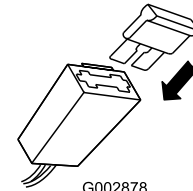

Figure 9
2. Placez le fusible (pris dans le sachet de pièces détachées) dans le porte-fusible (Figure 9).